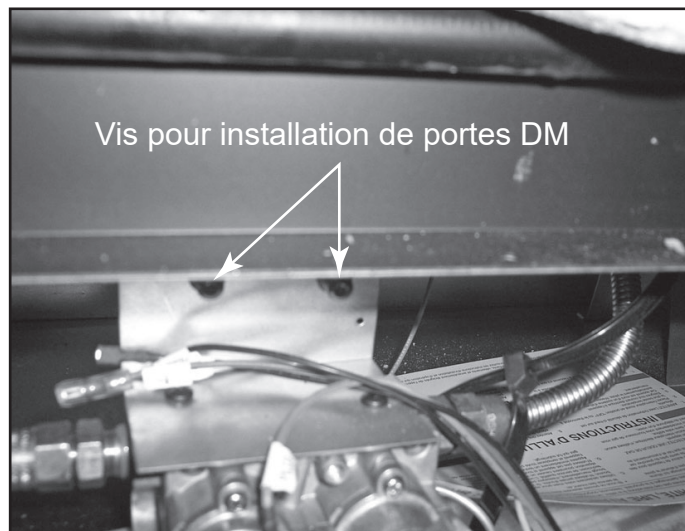

Figure 14.25 Goupilles et vis pour la pose de portes DM – Reveal
- L'installation d'une porte DM1036 ou DM1042 sur les modèles RBV4236 ou RBV4842 nécessite des goupilles plus longues. Les goupilles plus longues et les vis servant à les fixer se trouvent sur le support de la vanne de l'appareil. Voir la figure 14.25.